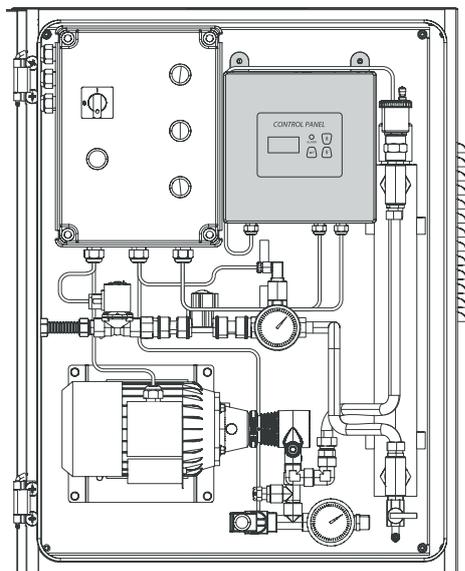

Fig. 9.a
Per i modelli che lo prevedono, è installata sulla macchina una lampada UV per la disinfezione dell'acqua, alimentata e gestita dal suo apposito quadro elettrico (fig. 9.a):
Il quadro elettrico della lampada (fig. 9.a) non ha autonomia di accensione o spegnimento rispetto alla macchina in quanto non possiede un pulsante proprio di alimentazione, tuttavia è possibile spegnere la lampada in una delle maniere elencate:
- tenendo premuto il tasto OK (2 - fig. 9.b) presente sul pannello di controllo (fig. 9.b) per 5 secondi;